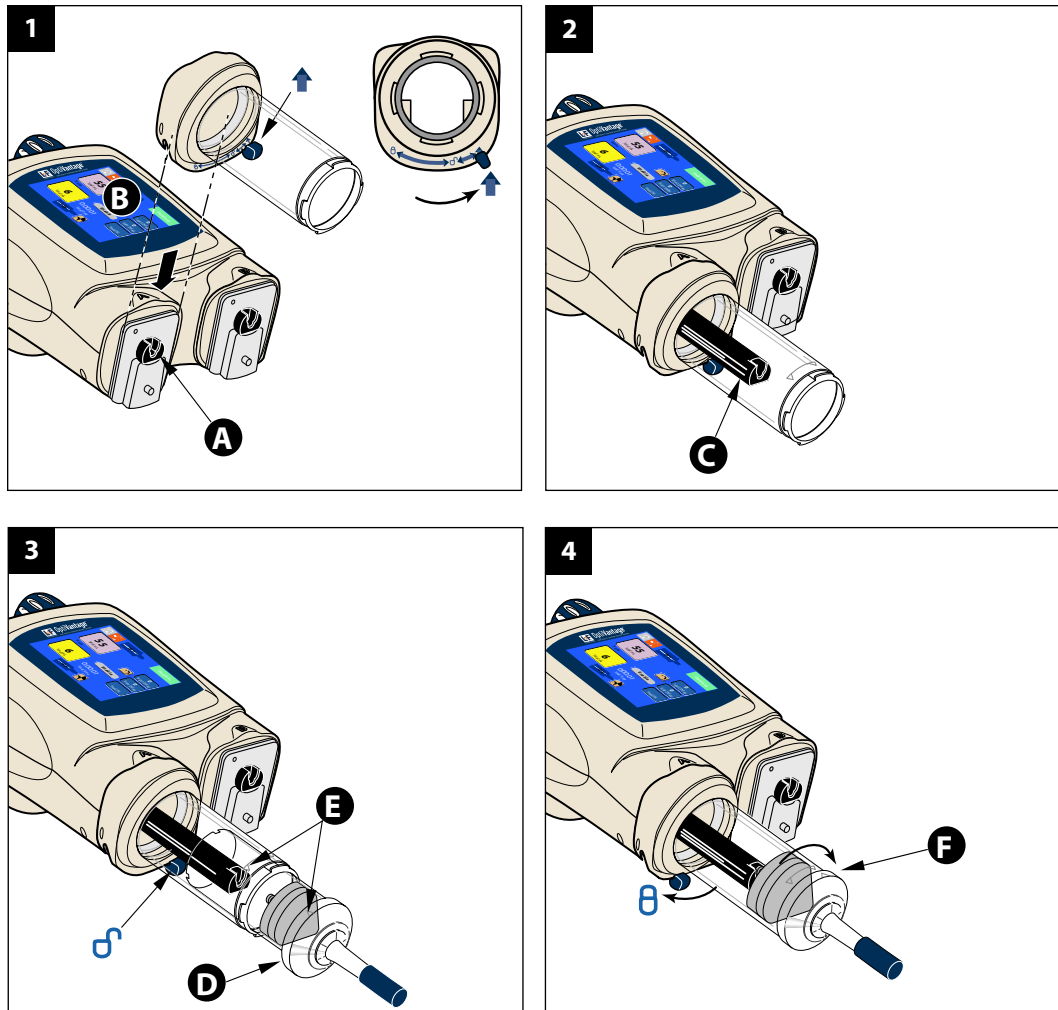

Figura 5-2-2 Carregamento de seringa de 200 mL (somente no lado A)
Veja a Figura 5-2-2.
1. Mova o pistão desejado até a posição inteiramente retraída **A** (o lado A é mostrado na Figura 5-2-2). Gire a alavanca da jaqueta de pressão até a seta **↑**. Deslize a jaqueta de pressão de 200 mL na placa de montagem frontal da cabeça motorizada **B**. Pressione a tecla [Continuar] no visor da cabeça motorizada para que o pistão possa se mover para a frente, para travar o adaptador de seringa no lugar e retornar o pistão à posição inicial.